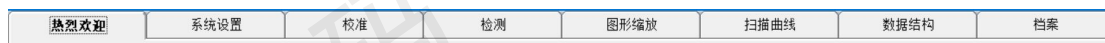
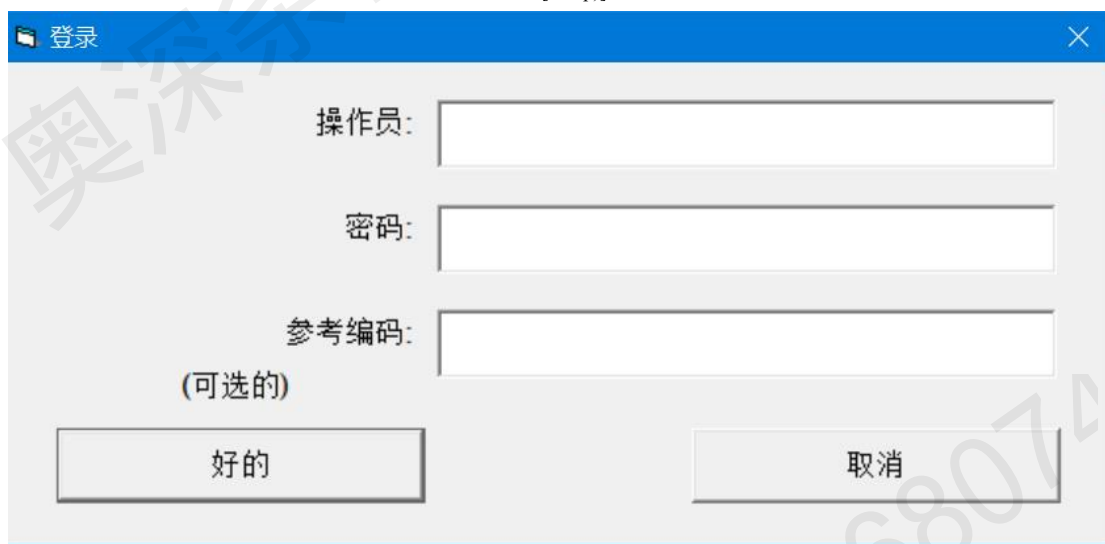

图 52: [Setup]标签
图 53: 登录框
2. 点击系统设置，登录 LVS-95XX 软件(图 52)。显示登录框(图 53)。